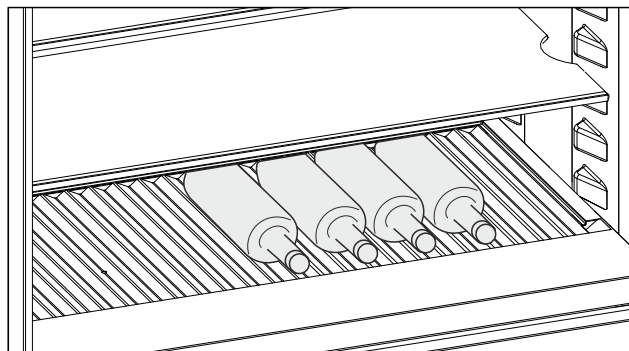

Fig. 192 Ilustrační zobrazení
- Láhve ukládejte dnem dozadu k zadní stěně. (viz Fig. 192)